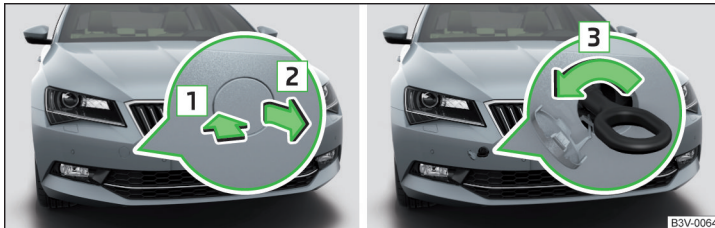

Abb. 252 Ausbau der Abdeckkappe / Einbau der Abschleppöse
- Auf die Abdeckkappe in Pfeilrichtung  » Abb. 252 drücken.
- Die Abschleppöse von Hand in Pfeilrichtung  » Abb. 252 bis zum Anschlag einschrauben » .